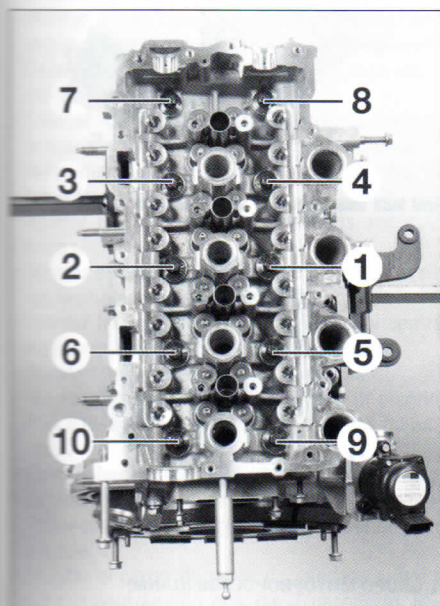

FIG.43
- Apretar los tornillos de culata respetando el orden y el par de apriete (fig. 43).